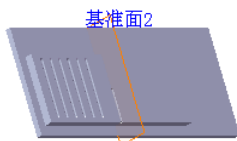
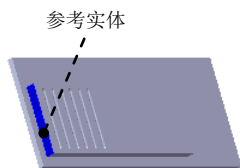

图 17.7.14 创建基准面 2
图 17.7.15 选取参考实体
Step8. 创建图 17.7.14 所示的基准面 2。选择下拉菜单 **插入(I)** → **参考几何体(G)** → **基准面(E)...** 命令；选取图 17.7.15 所示的模型表面为参考实体，在 后文本框输入 160，并选中 ☒ **反转** 复选框。